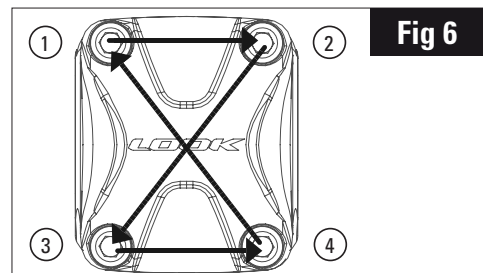

Fig 6
- Zum Erreichen der Einstellungen -7° / -3° / $+1^\circ$ / $+5^\circ$ / $+9^\circ$ / $+13^\circ$: den aus Stöpsel + Schrauben bestehenden Bausatz in die LINKE Aussparung des Vorbau-Gehäuses (4) einführen.
9. Eine der seitlichen Abdeckungen (6) gegen den Gewindeeinsatz (10) bringen. Mit Hilfe der Schraube M3 (11) anziehen. Den Bausatz in die Schraube M8 bringen. Die zweite Abdeckung auf der anderen Seite des Vorbaus platzieren und mit der zweiten Schraube M3 mit dem angegebenen Anzugsmoment festziehen.
10. Den Lenker in seine entsprechende Aussparung einführen und die vier Schrauben der Abdeckung (1) nach und nach kreuzweise anziehen (Abb. 6).